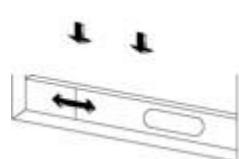

Rys.1
- Przykręć wąż powietrza wylotowego (z adapterem) do wylotu powietrza wylotowego z tyłu urządzenia (w kierunku przeciwnym do ruchu wskaźówek zegara, rys. 1).